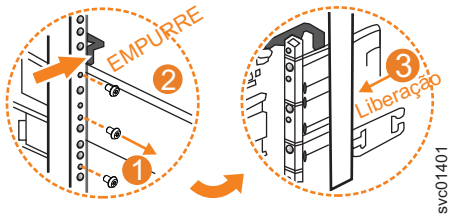

Figura 133. Remova a montagem de trilho do suporte traseiro da estrutura
3. Remova os dois parafusos que prendem a seção interna do trilho no suporte traseiro, conforme mostrado em Figura 133 na página 138.
4. Puxe o trilho para a frente , para longe do suporte traseiro, conforme mostrado em Figura 133.